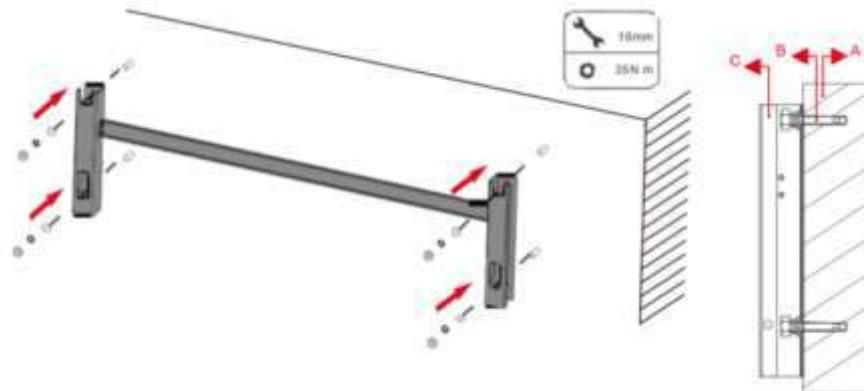

Fig. 4-18 Fije el soporte de montaje
- 4) Fije el soporte de montaje con los pernos de expansión (Fig. 4-18 y Tabla 4-6).